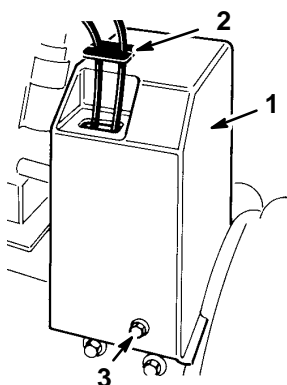

Figure 4
- Montez le carter de courroie supérieur sur le châssis du moteur à l'aide de 3 boulons à embase de 13 mm (1/2") (Fig. 4).
- Enfilez la plaque de passage sur les câbles puis insérez-la dans l'ouverture du carter de courroie (Fig. 4).